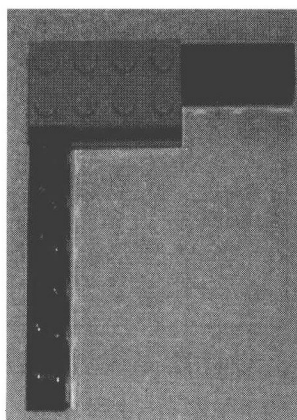

图 2-7 梁与梁的垂直连接
b. 梁与梁的垂直连接: 用 4×2 的片进行连接 (如图 2-7)。